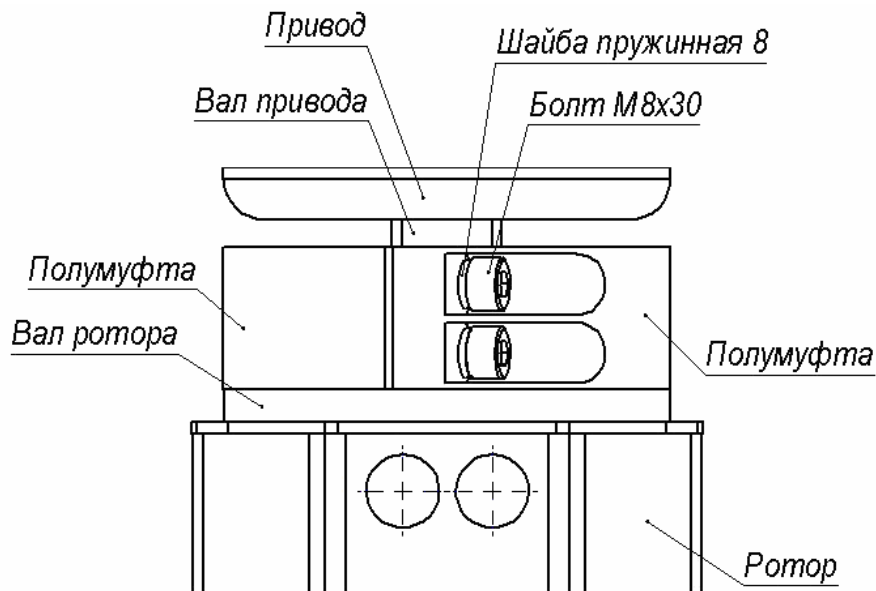

Рисунок 18. Муфтовое соединение (16) вала привода исполнительного механизма с валом ротора (1)
- 15.4. Соедините вал ротора с валом исполнительного механизма посредством муфтового соединения (16), состоящего из двух полумуфт, используя четыре болта М8×30 с пружинными шайбами 8 (см. рис. 18).